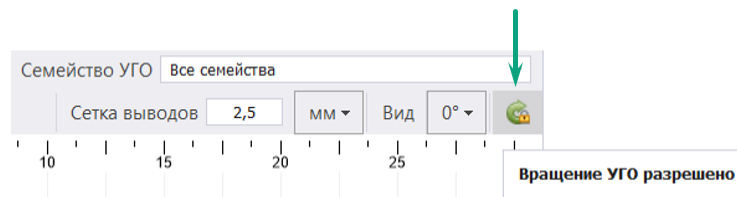

Рис. 179 Выключение запрета на поворот УГО
2. В редакторе УГО включить разрешение на поворот УГО, Рис. 179.